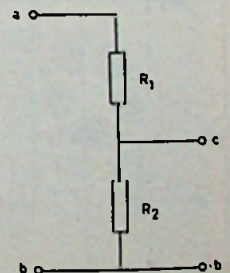

Fig. 12
- ① Een spanningsdeler bestaat uit twee weerstanden, R_1 en R_2 . $R_1 = 50$ k Ω , R_2 is onbekend (zie fig. 12).